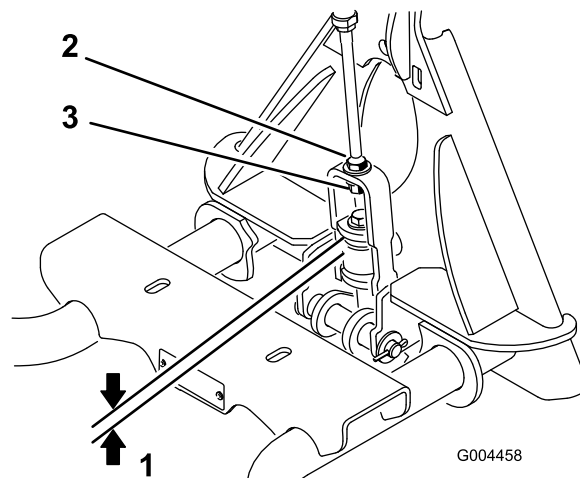

図 7
2. 図 7に示すように、上面のワッシャからアタッチメント・アダプタのリンク・アセンブリのスペーサまでの距離を測る。
**注** ワッシャとショルダ（肩）とのすき間が 1.5～2.0 mm あれば適正です（図 7）。
3. すきまの大きさが適正でない場合は、リンク・アセンブリについているジャム・ナットをゆるめ、調整ナットを締め方向またはゆるめ方向に回してすきまを調整する（図 7）。